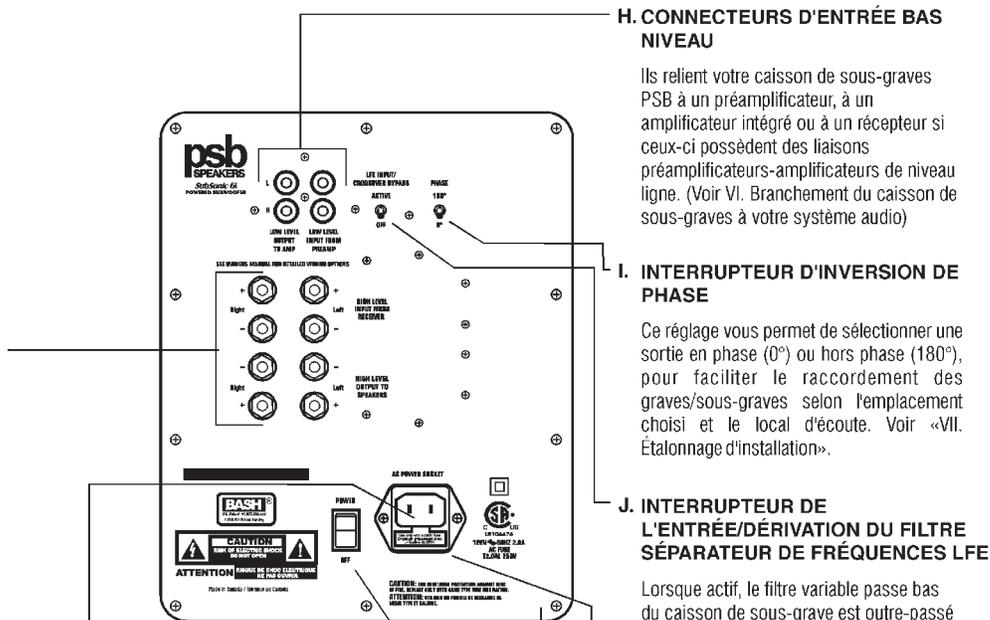

Figure 2
- E. Bornes de sortie haut-parleurs (voir figure 2)
- F. Prise femelle de courant alternatif (voir figure 2)
- G. Fusible externe (voir figure 2)
- H. Connecteurs d'entrée bas niveau (voir figure 2)
- I. Interrupteur d'inversion de phase (voir figure 2)
- J. Interrupteur de l'entrée/dérivation du filtre séparateur de fréquences *LFE* (voir figure 2)
- K. Interrupteur de mise en/hors fonction (voir figure 2)
- L. Panneau de refroidissement de l'amplification intégré (voir figure 2)